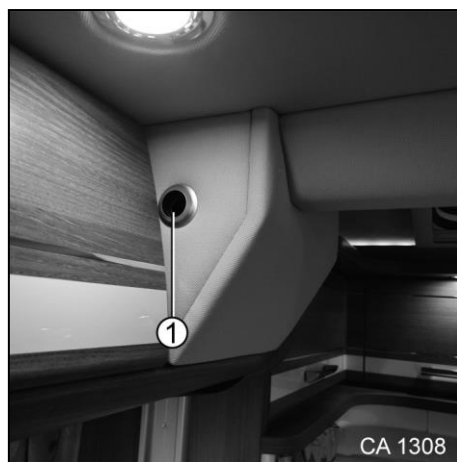

Fig. 190 Commande d'urgence du lit de pavillon central
1. Enficher la manivelle dans le trou (Fig. 190/1).